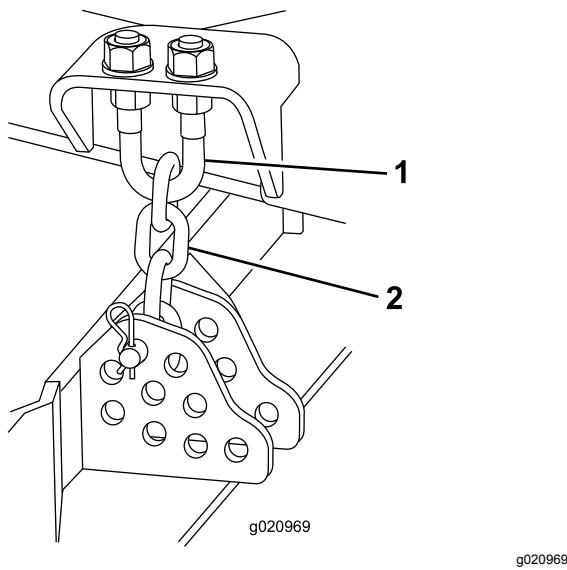

Bild 121
4. Entfernen Sie den Splint und den Lastösenbolzen, mit denen die Schnitthöhenkette an der Rückseite des Mähwerks befestigt ist (Bild 121).